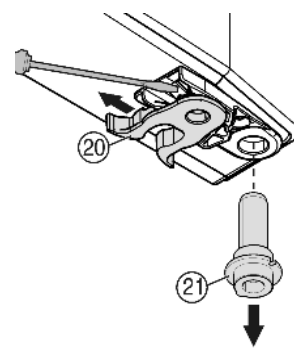

Fig. 9
- Przenieść zacisk sprężynowy Fig. 9 (20): Zatrząsk przycisnąć w dół, przy tym zdjąć zacisk sprężynowy.
- Trzpień zawiasu Fig. 9 (21) wyjąć z tulei drzwi i razem z podkładką założyć po przeciwnej stronie. Zatrząsk musi wskazywać do wewnątrz drzwi, a nacięcia do zewnątrz.
- Drzwi założyć na dole, a trzpień zawiasu Fig. 9 (21) umieścić w płytce zawiasu. Ew. obrócić trzpień zawiasu tak, by się zablokował.